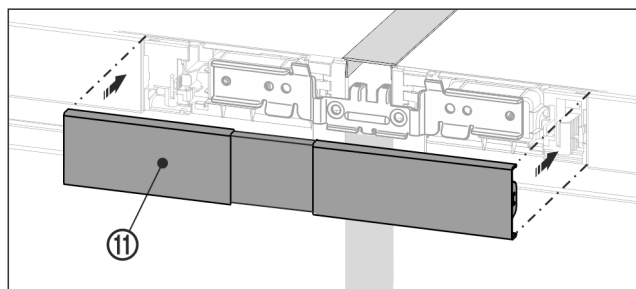

Fig. 30
- Innestare la copertura Fig. 30 (11) superiore sull'intercapedine ancora aperta delle due mascherine del quadro di comando. Fare attenzione che i lati esterni della copertura siano a filo con le mascherine del quadro di comando.